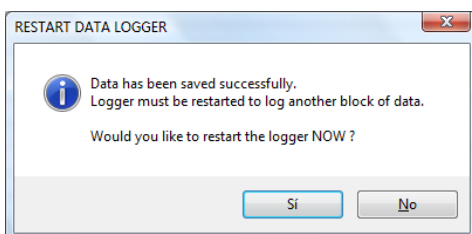

Figura 12. Inicializar nuevamente
6.1 Posterior a salvar el archivo, aparece una ventana como la siguiente. Ver figura 12. Esta ventana dice que los datos han sido guardados exitosamente y advierte que el logger debe ser inicializado para empezar a registrar nuevamente. Pregunta si se desea inicializarlo. Seleccione la opción SI.